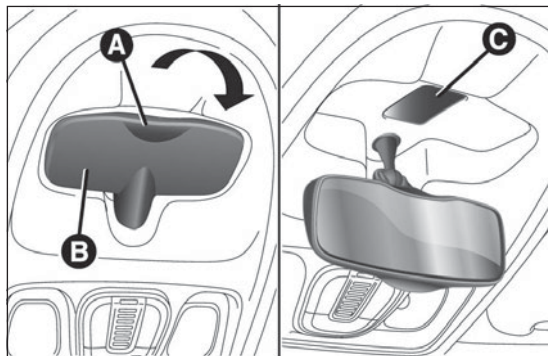

fig. 193
- ☐ aflojar el tornillo y retirar el tapón C fig. 193 de recubrimiento de la fijación;